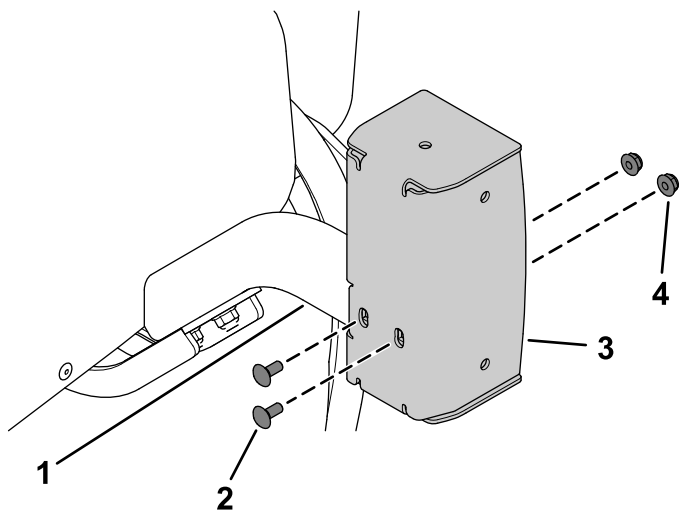

**Figur 23**
- Fastgør det venstre korte beslag og det højre korte eller lange beslag til det venstre og højre beslag med 4 bræddebolte (5/16" x 3/4") og 4 flangemøtrikker (5/16") som vist i Figur 23.